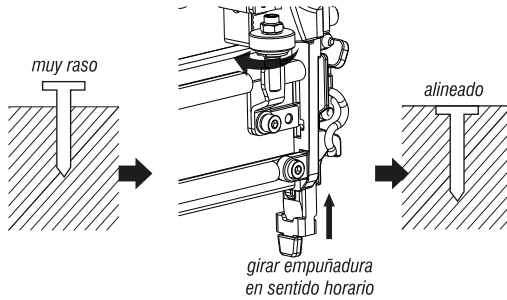

Fig. 7 – Clavos muy rasos
- Para que el clavo penetre más en la madera, gire la empuñadura en sentido horario, de acuerdo a la Fig. 7;